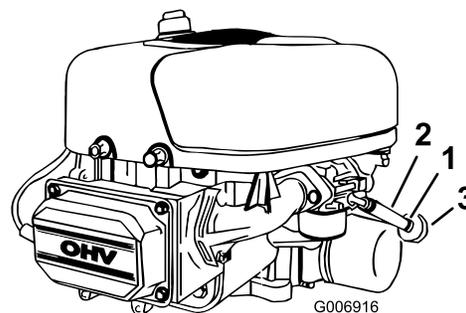

Bild 24
5. Öffnen Sie die Motorhaube und machen Sie den Kraftstofffilter ausfindig (Bild 24).
Kraftstoffleitung nach oben zum Kraftstofftank (Bild 24).
7. Ziehen Sie die Kraftstoffleitung vom Kraftstofffilter (Bild 24) ab. Lassen Sie das Benzin in einen Benzinkanister oder eine Auffangwanne ablaufen.
Tauschen Sie den Kraftstofffilter am besten aus, wenn der Tank leer ist (Bild 24). Bauen Sie nie einen verschmutzten Filter wieder ein, wenn Sie diesen aus der Kraftstoffleitung entfernt haben.
4. Drücken Sie die Enden der Schlauchklemmen zusammen und schieben diese weg vom Kraftstofffilter (Bild 24).